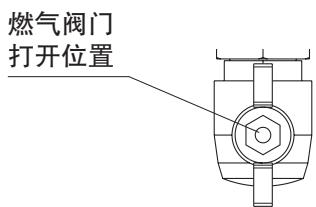

Fig. 19
启动 (Fig.19, 20a, 20b)
- 打开燃气阀门 (Fig. 19)。